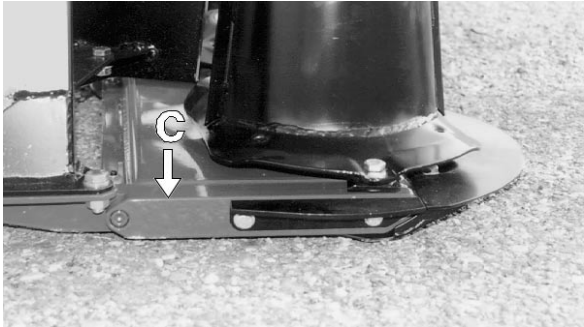

fig.39
- Per la sostituzione dell'olio: posizionare la barra in posizione orizzontale, rimuovere il riparo laterale e il coperchio **C** (fig.39) e lasciare fuoriuscire l'olio.
- To change the oil, the bar should be horizontal. Then remove the side guard and the cover **C** (fig.39) and allow the oil to drain out.
- Pour la vidange de l'huile: placer la barre à l'horizontale, déposer la protection latérale et le couvercle **C** (fig.39) et laisser l'huile s'écouler.
- Para el cambio de aceite: colocar la barra en posición horizontal, quitar la protección lateral, la tapa **C** (fig.39) y dejar salir el aceite.
- Zum Ölwechsel: die Stange in horizontale Stellung bringen, die Seitenabdeckung und die Abdeckung **C** (Abb.39) entfernen und das Öl herauslaufen lassen.